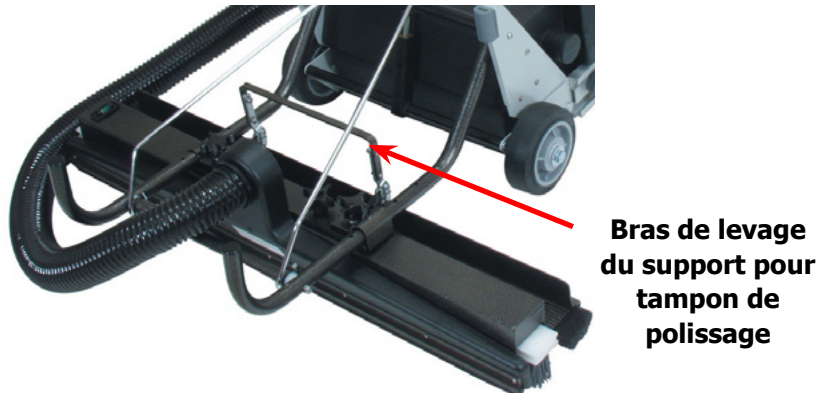

Figure 9. Placer le bras de levage en position verticale
1. Pour bien positionner la brosse de nettoyage dans les rainures, placez le bras de levage du support pour tamponde polissage en position verticale (voir Figure 9).
Retirez le bras de levage du support pour tampon vers la machine et en bas (voir Figure 9). Cela permet d'abaisser le tampon de polissage au niveau de la surface de la bande de roulement et de lever simultanément les poils de la brosse des rainures.